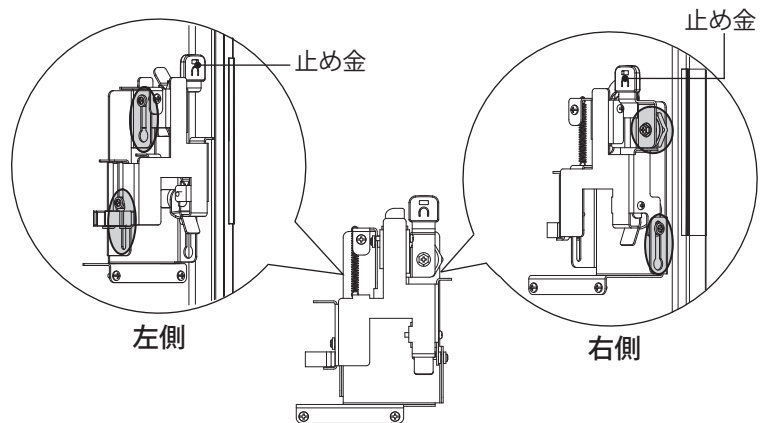

図 4 捺印装置
|            | 扉を開いた状態でも、ハンドルの動きが固いですか？ | 止め金とハンドルの連結部に潤滑剤を使用してください(図 4) |
| 捺印装置の動きが固い | 捺印装置がこすれていませんか？              | 捺印装置に潤滑剤を使用してください(図 4)             |
2. 潤滑剤を差す (図 4 ●部分)